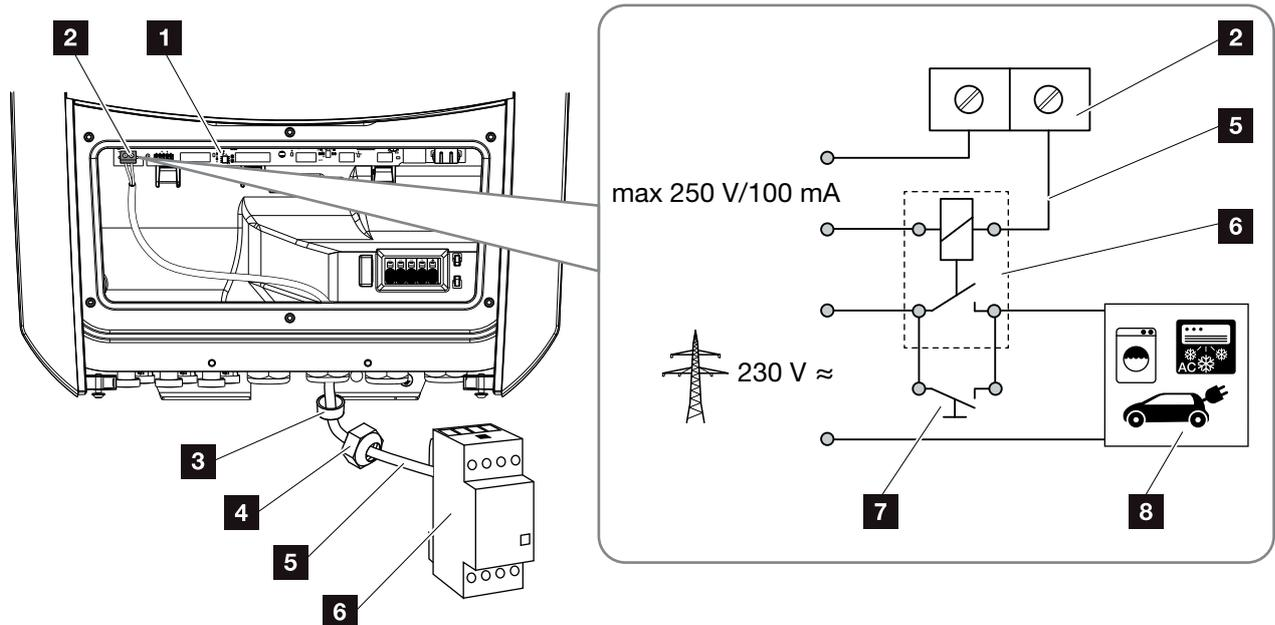

Fig. 63 : Raccordement électrique pour l'autoconsommation
2. Raccorder correctement le relais de charge à la borne de raccordement pour l'autoconsommation de la carte SCB (Smart Communication Board (couple de serrage : 0,5 Nm).  **Fig. 63, pos. 2**